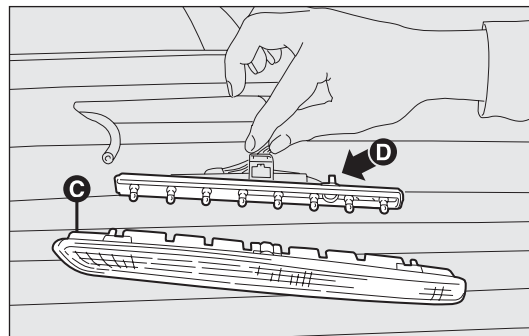

рис. 172
3 СТОП-СИГНАЛ – рис. 172
- нажмите на крепежные элементы и снимите прозрачную крышку С – рис. 172;
- воздействуя на усики D – рис. 172, извлеките патрон;